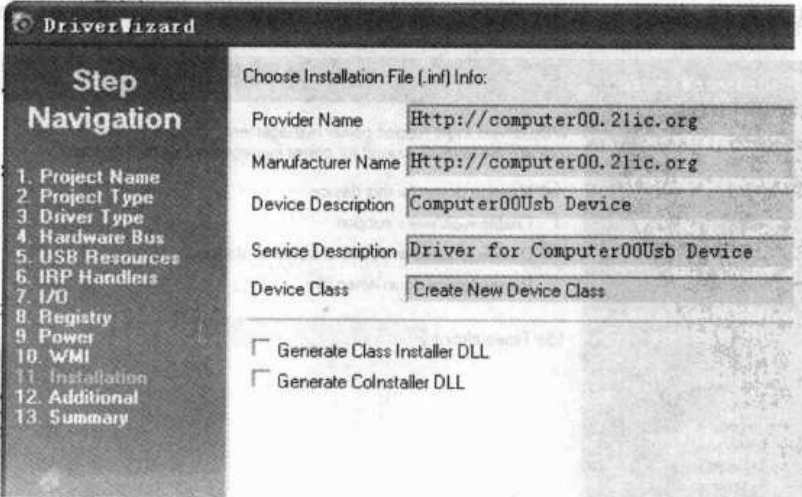

图 9.4.15 安装部分信息
(11) 安装部分信息设置，如图 9.4.15 所示。通常这里使用默认值即可，不用修改。Provider Name 为供应商名；Manufacturer Name 为厂商名；Device Description 为设备描述，也就